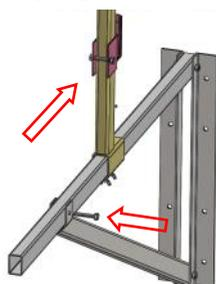

fig. 6
- Inserire il supporto della prolunga nella posizione corretta e fissare con la vite il tubolare di rinforzo obliquo assieme al tubolare principale (vedi fig. 6 a pag. 9);